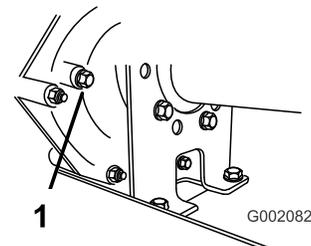

Рисунок 45
2. Выверните болт из отверстия индикации уровня жидкости (Рисунок 45).